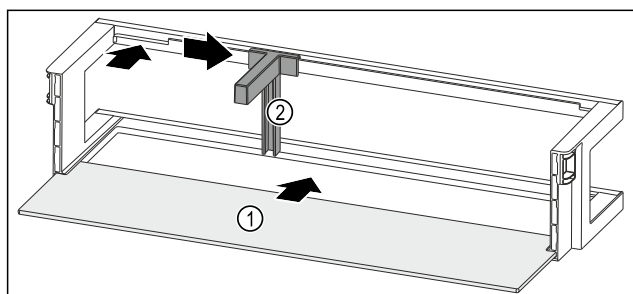

Fig. 152 带搁板的门边存放架
- ▶ 将搁板 Fig. 152 (1) 推入侧面凹槽。
- ▶ 将瓶托 Fig. 152 (2) 装入槽中。
- ▶ 将瓶托 Fig. 152 (2) 推至一侧的所需位置。